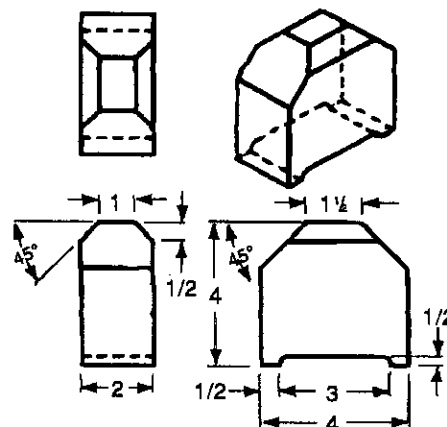
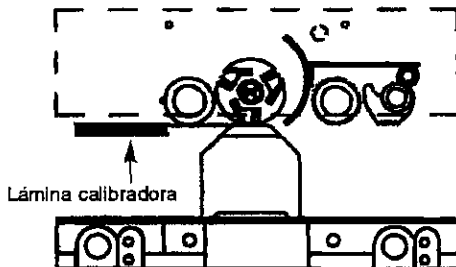

Figura 13 – Bloque de ajuste
Figura 14 – Portacuchilla con bloque
Consulte la Figura 13.
Para realizar algunos ajustes de mantenimiento es necesario usar un bloque de ajuste manual (véase la Figura 13).
- Coloque el bloque de ajuste (Figura 13, página 28) debajo del portacuchilla por un extremo como se muestra en la Figura 14. Coloque la lámina calibradora de 1 mm entre el bloque y la cuchilla. Suba o baje la mesa de modo que la cuchilla apenas haga contacto con la lámina calibradora cuando la cuchilla esté en su posición más baja. Ponga la caja de engranajes en neutro y gire el portacuchilla lentamente para determinar la posición más baja de la cuchilla. Fije la mesa en posición apretando las perillas de seguridad (Figura 20, Clave No. 75). No destrabe la mesa de su posición hasta que se hayan ajustado ambos lados del rodillo de alimentación.
- Coloque el bloque de ajuste (véase la Figura 13, página 28) debajo del portacuchilla por un extremo como se muestra en la Figura 14. Coloque la lámina calibradora de 1 mm entre el bloque y la cuchilla. Suba o baje la mesa de modo que la cuchilla apenas haga contacto con la lámina calibradora cuando la cuchilla esté en su posición más baja. Ponga la caja de engranajes en neutro y gire el portacuchilla lentamente para determinar la posición más baja de la cuchilla. Fije la mesa en posición apretando las perillas de seguridad (Figura 20, Clave No. 75). No destrabe la mesa de su posición hasta que se hayan ajustado ambos lados del rompeastillas.
- Coloque el bloque de ajuste (véase la Figura 13, página 28.) sobre la mesa por el borde externo de la caja de rodillos en el lado de alimentación de la cepilladora. Deslice el bloque hacia una esquina de la caja de rodillos. Suba o baje la mesa hasta que el bloque apenas haga contacto con la caja de rodillos. Fije la mesa en posición apretando las perillas de seguridad (Clave No. 75). No destrabe la mesa de su posición hasta que se hayan verificado las cuatro esquinas de la caja de rodillos.